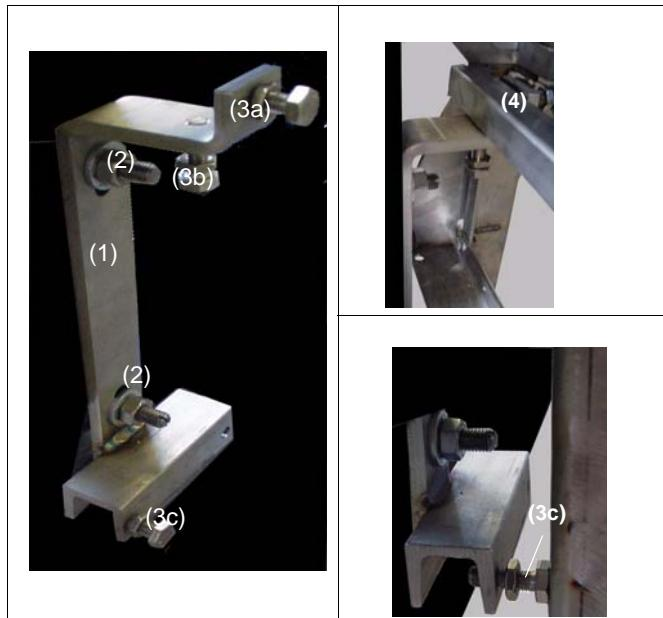

Fig.4 Wandmontage
- 2 Befestigungswinkel (1 / Fig.4),
4 Schrauben mit Muttern, Unterlegscheiben und **Dübeln** (2 / Fig.4) zur Befestigung in der Wand und
6 Nivellierungsschrauben mit Muttern (3 / Fig.4).